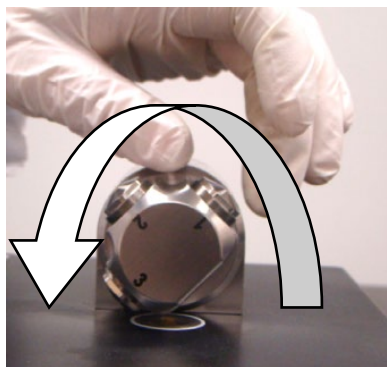

Figure 14 Faire pivoter le DialPath.
- 1 Ouvrez le DialPath en tournant le bras (voir Figure 14).